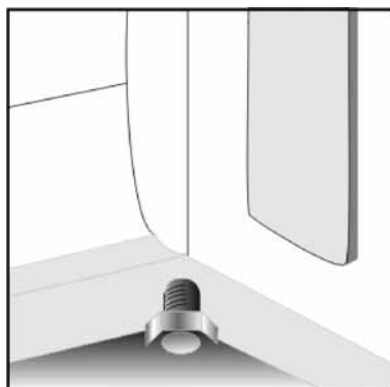

Figure 7
*Réglage des pieds: Il est important de procéder au réglage des pieds pour que la cuisinière soit de niveau. Mettez en place la cuisinière, positionnez un niveau sur la cuisinière et réglez au moyen de pieds sous la cuisinière (Figure 7)*